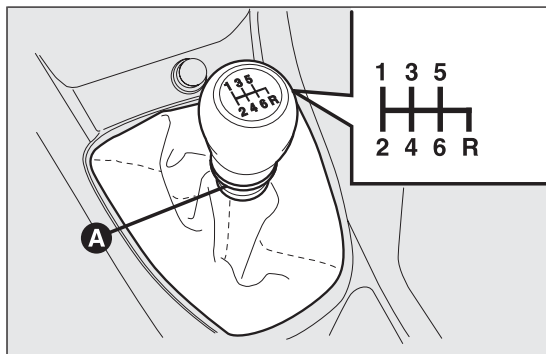
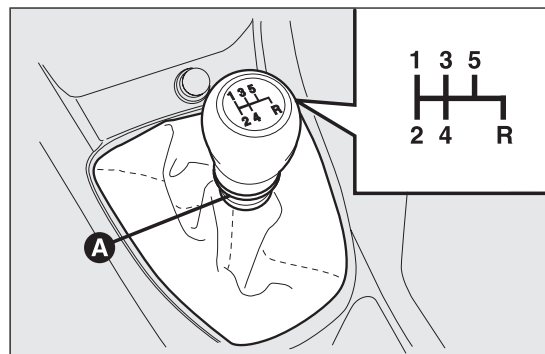
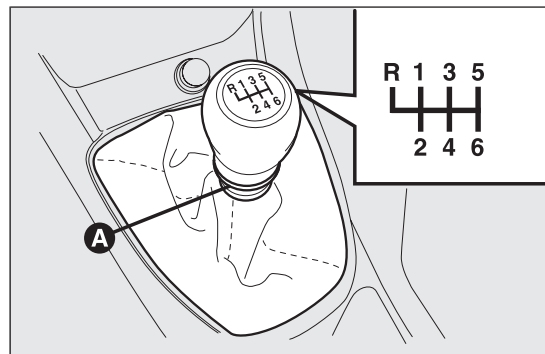

fig. 137
fig. 138
fig. 139
Per inserire le marce, premere a fondo il pedale della frizione e mettere la leva del cambio nella posizione desiderata (lo schema per l'inserimento delle marce è riportato sull'impugnatura della leva fig. 137, fig. 138 e fig. 139).
Per inserire la retromarcia R dalla posizione di folle occorre sollevare il collarino scorrevole A fig. 137, A fig. 138 o A fig. 139 e contemporaneamente:
- ☐ spostare la leva verso sinistra e poi avanti (versioni 1.4 T-JET, 1.4 Turbo Multi Air, 2.0 Multijet) fig. 139.